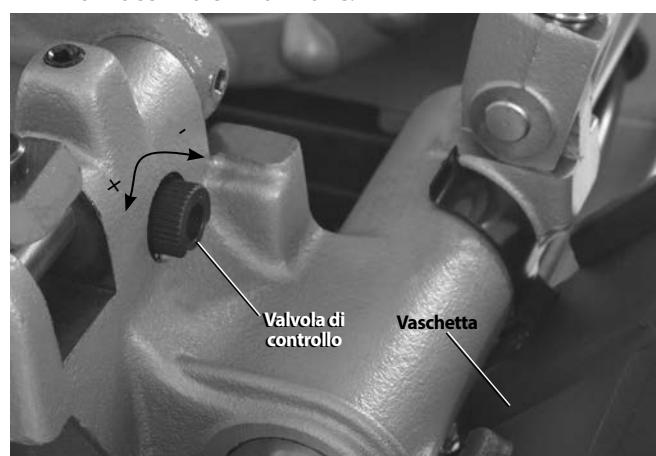

Figura 5 – Regolazione del flusso dell'olio
11. Controllare il livello dell'olio di taglio RIDGID. Rimuovere il raccoglitrucioli e l'inserto della coppa dell'olio; Accertarsi che lo schermo del filtro sia interamente sommerso nell'olio. Vedere *Manutenzione del sistema di lubrificazione*. Se la macchina è dotata di vaschetta, accertarsi che sia correttamente posizionata in modo da allontanare le gocce d'olio dalla testa portapettini fino al raccoglitrucioli (vedere *Figura 5*).
- Portare la testa portapettini sulla posizione di utilizzo. Premere e tenere premuto l'interruttore a pedale. Controllare il flusso dell'olio attraverso la testa portapettini. Rimuovere il piede dall'interruttore a pedale. Il flusso dell'olio può essere regolato con la valvola di controllo sul carrello (*Figura 5*). La rotazione in senso orario riduce il flusso e quella in senso antiorario aumenta il flusso. Non effettuare la regolazione mentre la macchina è in funzione.